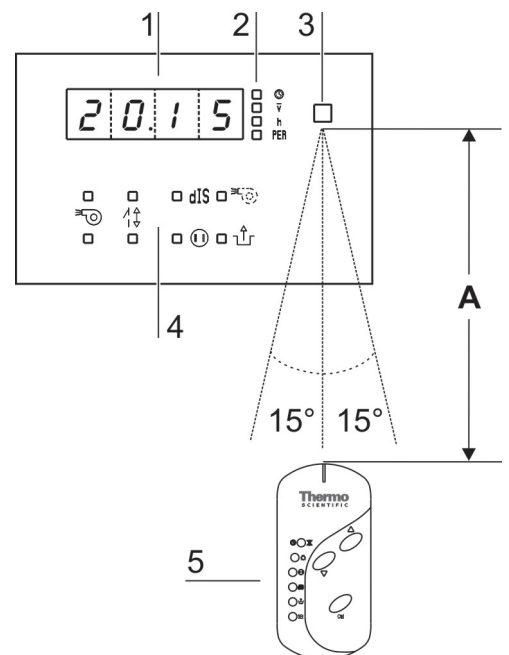

Abb. 5b
**Abb. 5b:** Das Display verfügt über ein Anzeigefeld [1] zur Ausgabe von Text- oder Zahlenwerten sowie 12 LED-Anzeigen [2] und [4], die den jeweiligen Betriebsstatus, in dem sich das Gerät befindet, als Leuchtsignal anzeigen.